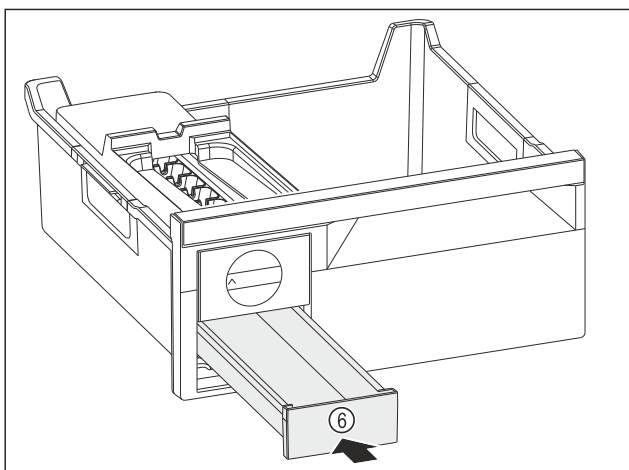

Fig. 122
- ▶ Zasuňte zásuvku na kocky ľadu Fig. 122 (6).